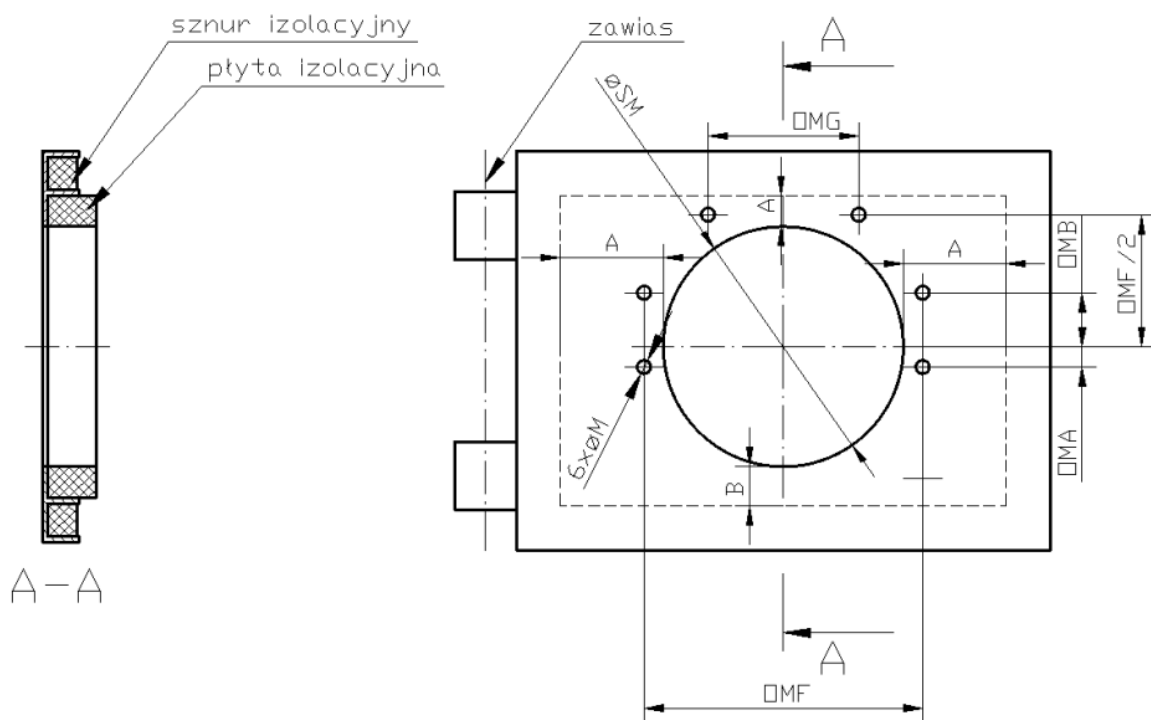

Рис. 3.Схема виконання монтажних отворів для пальників: 30-150 kW, 30-200 kW, 35-250 kW.
2. Пальник повинен розміститись в котлі згідно схем (рис.3,4 ,5) і таблиці.